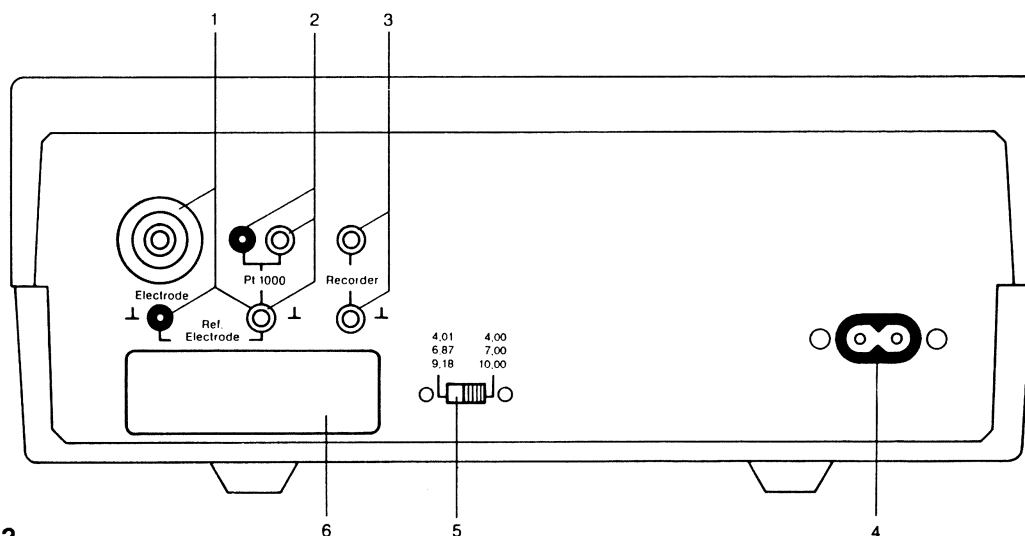
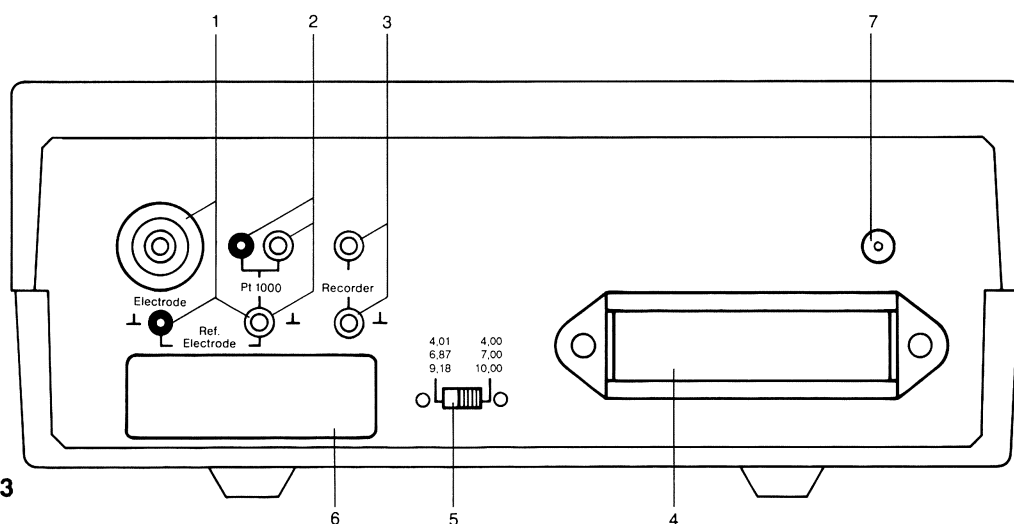

Fig. 2
Fig. 3
Le pH-mètre CG 840 sera branché à l'alimentation du secteur en insérant la fiche (fiche à broches 8,6 mm) dans la prise de courant (Figure 2, pos. 4). L'appareil CG 840 B sera livré avec des piles et est prêt à être mis en marche. En plus, il possède une fiche basse tension (ø 2,1 mm) pour l'alimentation en tension par l'intermédiaire d'un bloc d'alimentation à fiche de 7 à 15 V- (Figure 3, pos. 7). Dans le cas d'une alimentation par bloc d'alimentation à fiche, il y a une commutation électronique automatique de l'alimentation par piles sur l'alimentation par réseau.
L'électrode sera raccordée avec les prises à l'arrière de l'appareil, p. ex. chaîne de mesure à une tige type N 1042 A ou N 2042 A avec palpeur de température intégré (thermomètre à résistance électrique Pt 1000) (Figures 2 + 3, pos. 1 + 2).
Avant que les appareils soient calibrés, il faut choisir la solution tampon désirée en activant le commutateur respectif (Fig. 2 + 3, pos. 5). Les valeurs sélectionnées sont indiquées dans la zone d'affichage numérique.
La mesure de la valeur pH avec compensation de température automatique est également possible en utilisant une chaîne de mesure à une tige et un palpeur de mesure séparé Pt 1000. Dans ce cas, une fiche du palpeur de mesure sera connectée avec la douille Pt 1000 et l'autre fiche avec la douille de l'électrode de référence (Figures 2 + 3, pos. 2).
La température en °C ne sera affichée que si le thermomètre de résistance électrique Pt 1000 est branchée (Figures 2 et 3, pos. 2).
L'appareil est équipé d'une sortie d'imprimante (Figures 2 + 3, pos. 3), résistance interne $R_i = 2 \text{ k}\Omega$ pour le branchement d'une imprimante de compensation avec une entrée isolée de la terre.